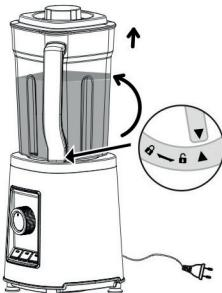

Fig 6
- Stäng av blendern efter avslutad mixning genom att vrida funktionsvälgjaren (14) till OFF och dra ur kontakten. Fig 6.